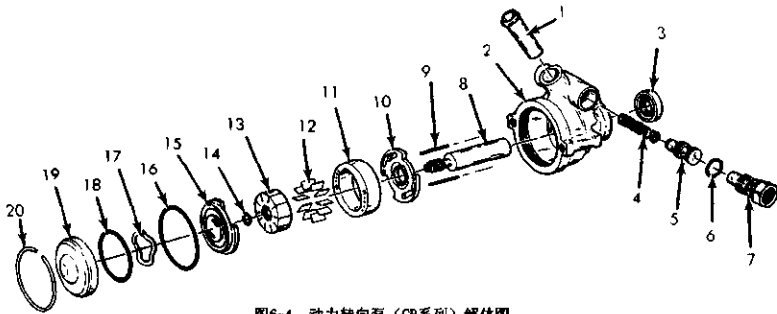

图6-4 动力转向泵(CB系列)解体图
2. 动力转向泵所使用的动力转向泵有两个类型：CB 系列或者 TC 系列，这些泵均为定量叶片泵 (图 6-4 和图 6-5)。当压力超过设置界限的时候，一个流量控制卸压阀打开，允许液体流回泵的进口侧。某些泵采用远端贮油室或与泵总成连在一起的贮油室，以便适应不同的泵安装位置。某些车型装有一台反向旋转泵，取决于泵的位置和传动带的布置。
1) 从泵上拆卸液压接头 (或 VES 执行器) (图 6-4)。拆卸 O 形圈、流量控制阀总成和流量控制弹簧。将冲头插入维修口, 拆卸端盖挡圈。轻轻地压带轮轴末端, 拆卸端盖, O 形圈, 压力盘弹簧和压力盘。